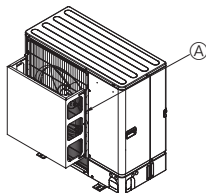
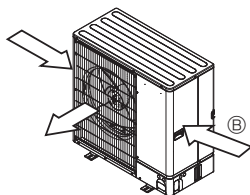

Fig. 2-5
Fig. 2-6
- ② Zainstalować opcjonalną kierownicę powietrza w przypadku, gdy jednostka zewnętrzna jest zainstalowana w miejscu, w którym silny wiatr, np. tajfun, może bezpośrednio działać na wylot powietrza. (Fig. 2-5).
- ③ Kierownica wylotowa powietrza
- ④ Jeśli to możliwe, należy tak ustawić jednostkę zewnętrzną, aby kierunek wylotu powietrza był prostopadły do kierunku wiatru w danej porze roku. (Fig. 2-6).
- ⑤ Kierunek wiatru